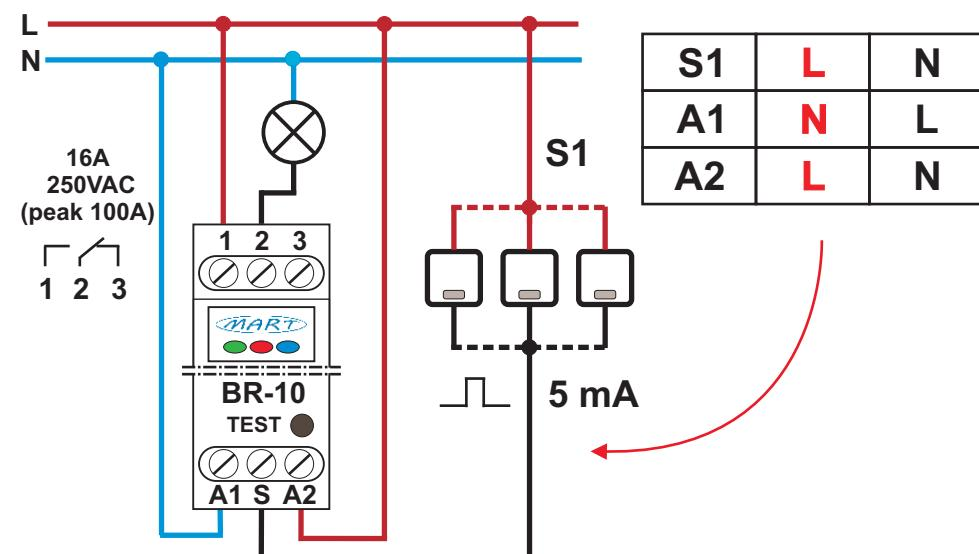

Abb. 2. Ein beispielhaftes Diagramm des Anschlusses des BISTABILEN RELAIS BR-10 mit einer Tabelle möglicher Verbindungsvarianten .
2. Schließen Sie das RELAIS gemäß dem Diagramm (Abb. 2, Abb. 3) in den folgenden Optionen an: